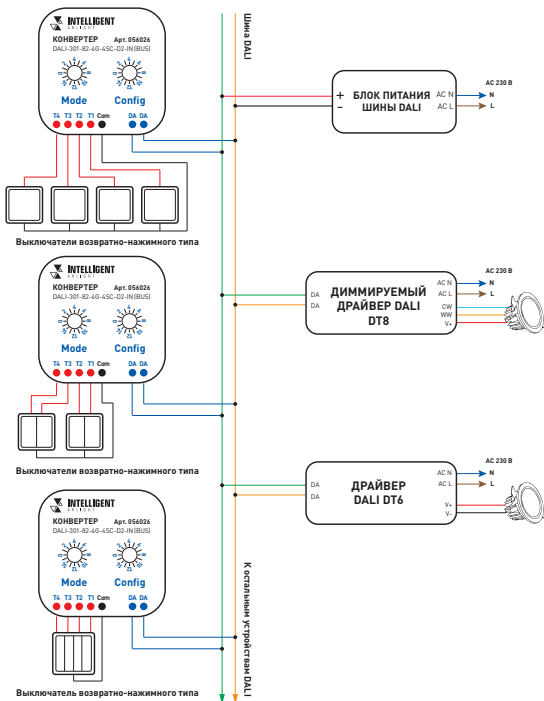

Рис. 2. Схема подключения конвертера
- 3.2. Подключите конвертер согласно схеме, приведенной на рис. 2.